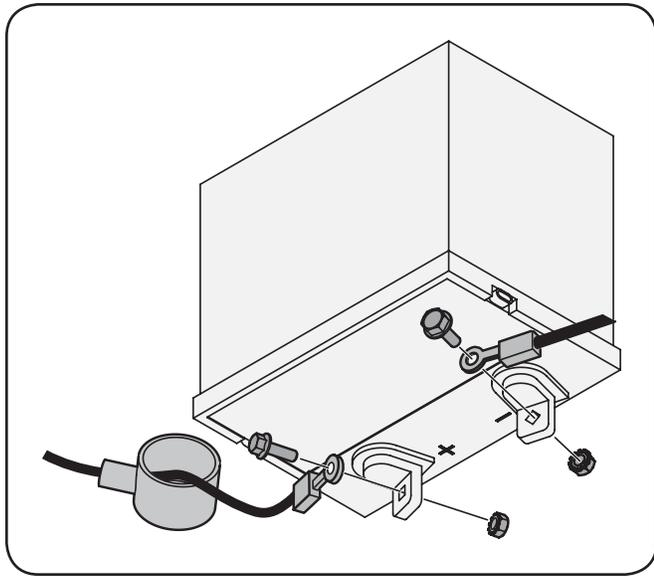

Figure 3-8
- REMARQUE:** Si le câble positif de la batterie est déjà installé, Enlevez le couvercle en plastique, le cas échéant, de la borne positive de la batterie et attachez le câble rouge à la borne positive (+) avec le boulon et l'écrou à six pans. Voir la Fig. 3-8.
2. Enlevez le couvercle en plastique, le cas échéant, de la borne négative de la batterie et attachez le câble noir à la borne négative de la batterie (-) avec le boulon et l'écrou à six pans. Voir la Fig. 3-8.